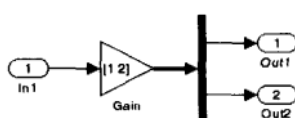

图 3.17 不能连接某些端口
- ◆ 一个总线输出模块不能连接到模块某些输出部分, 如图 3.17 所示。